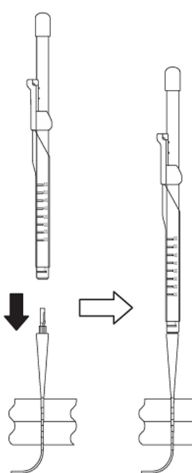

図5
3. シースと嵌合させたダイレクタ胴体部を J 型カニューラに嵌合させる。この時、突き当たるまで十分に嵌合させる。（図 5）